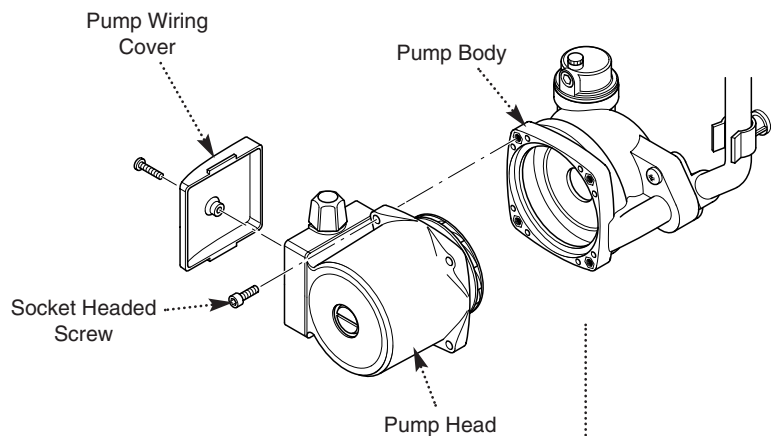

Fig. 54
12.12 Pump - Head Only (Fig. 54)